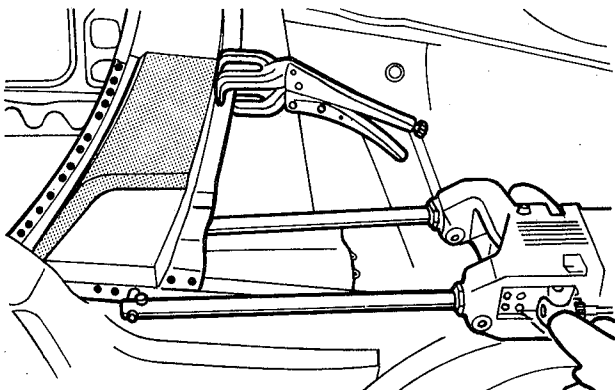

fig. 108
8. Soldar a ponto a nova seção do painel do curvão no quadro do pára-brisa e extensão da saia do pára-lama (fig. 108)